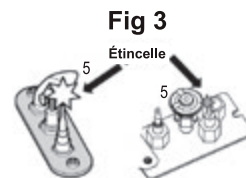
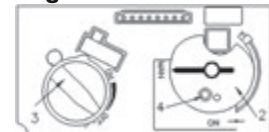

Fig 3
Fig 2
2. POUR COUPER L'ALIMENTATION DE GAZ, éteignez la soupape en pressant sur le bouton OFF (point rouge) sur la manette de télécommande (1).
• Attendez cinq (5) minutes pour laisser échapper tout le gaz. Vérifiez autour de l'appareil et près du plancher s'il y a une odeur de gaz. Si c'est le cas, ARRÊTEZ! Passez à l'étape B des mesures de sécurité ci-dessus. S'il n'y a pas d'odeur de gaz, passez à l'étape suivante.
3. ALLUMAGE AUTOMATIQUE. Repérez la veilleuse (fig. 3) dans la boîte de foyer.
• Mettez le bouton MAN (2) en position ON; réglez le bouton d'admission du gaz (3) au réglage le plus bas (∩).
• Sur la télécommande, appuyez en même temps sur les boutons 'OFF' et  (grande flamme); un court signal sonore indique que l'allumage commence. D'autres signaux sonores indiquent que l'allumage est en cours. Quand la veilleuse est allumée, le bouton des flammes (3) tournera automatiquement au réglage le plus haut. Appuyez sur  (petite flamme) sur la télécommande pour réduire la hauteur des flammes.
4. ALLUMAGE MANUEL (fig. 2) : Avec la fenêtre enlevée, repérez la veilleuse (fig. 3) dans la boîte de foyer.
• Bouton MAN (2) en position MAN;
• Réglez le bouton du gaz (3) en position la plus basse (∩);
• Avec une pointe comme un stylo, pressez le centre métallique (4) pour établir l'apport de gaz à la veilleuse;
• Toujours en pressant le centre métallique (4), allumez la veilleuse (5) avec une allumette. Continuez de presser le centre métallique (4) pour environ 10 secondes; relâchez et la veilleuse restera allumée.
• Si la veilleuse ne reste pas allumée après plusieurs essais, tournez le bouton du gaz (3) à "OFF" (∩) et appelez votre agent de service ou votre fournisseur de gaz.
• Remplacez la fenêtre et mettez le bouton MAN (2) à ON; tournez le bouton du gaz (3) vers le haut (∩) le bas (∩) ou utilisez les boutons de flammes  () sur la télécommande pour les régler.